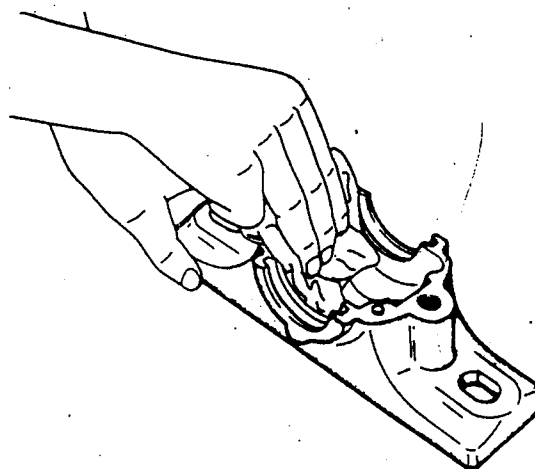

図3
- (3) はめあい面の打傷は極く小さいものでも油砥石か細かいエメリバーで取り除く。またシールとの接触部は所定の表面粗さ(3.2S)であることを確認し、軸にごみなどの異物が付着していないように清浄なウエスで拭き取る。
- (4) プランマブロックの内部にごみや金属粉などの異物がないようにきれいにする(図3)。